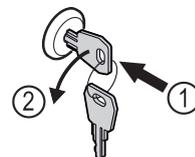

Fig. 208
- ▶ 按入钥匙。 Fig. 208 (1)
- ▶ 将钥匙逆时针转动 90°。 Fig. 208 (2)